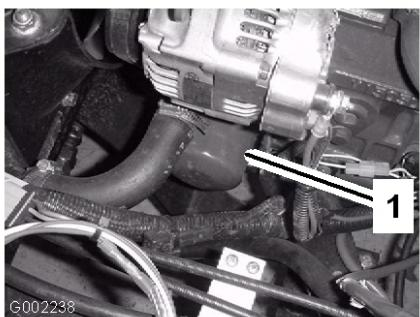

図 41
- 古いオイルフィルタ（図 41）を外す。
- アダプタに新しいフィルタを取り付ける。ガスケットがアダプタに当たるまで手でねじ込み、そこから更に 1/2 回転増し締めする（図 41）。